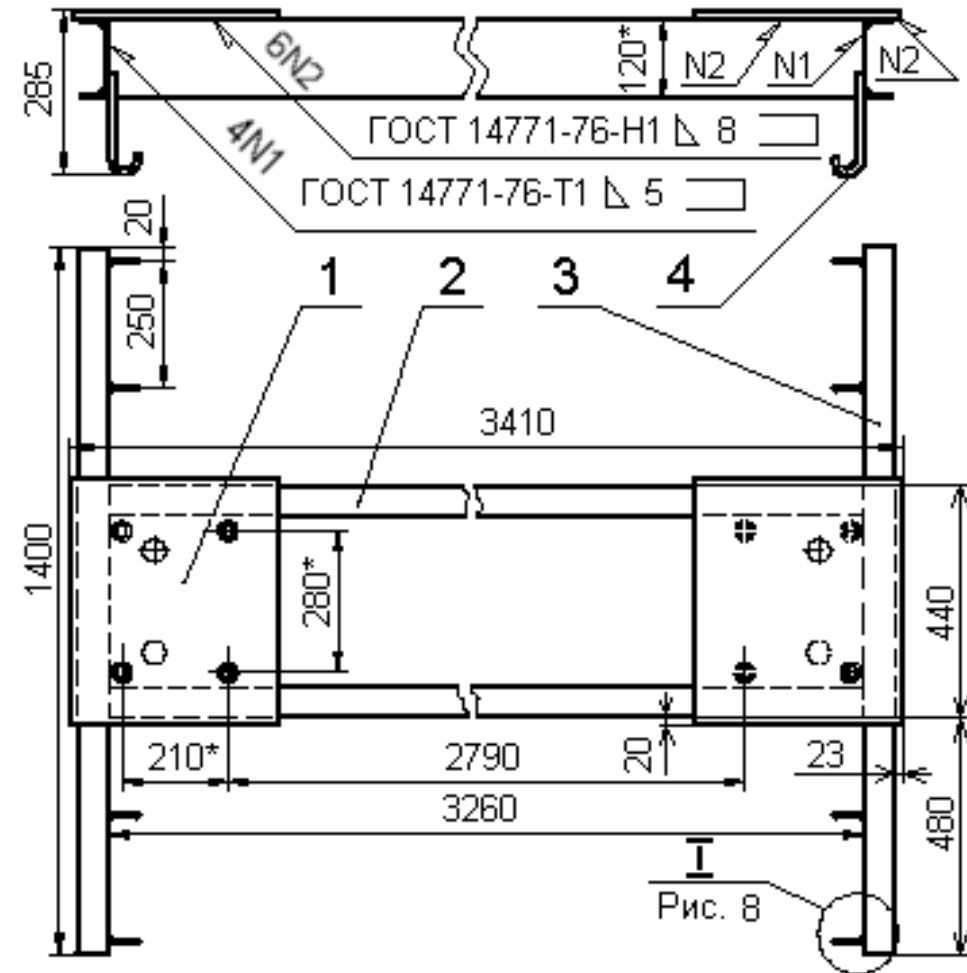

Рис. 7. Чертеж основания
6.1.2. Изготовить основания рамы (2 шт.) в соответствии с чертежом приведенным на Рис. 7 и Рис. 8.